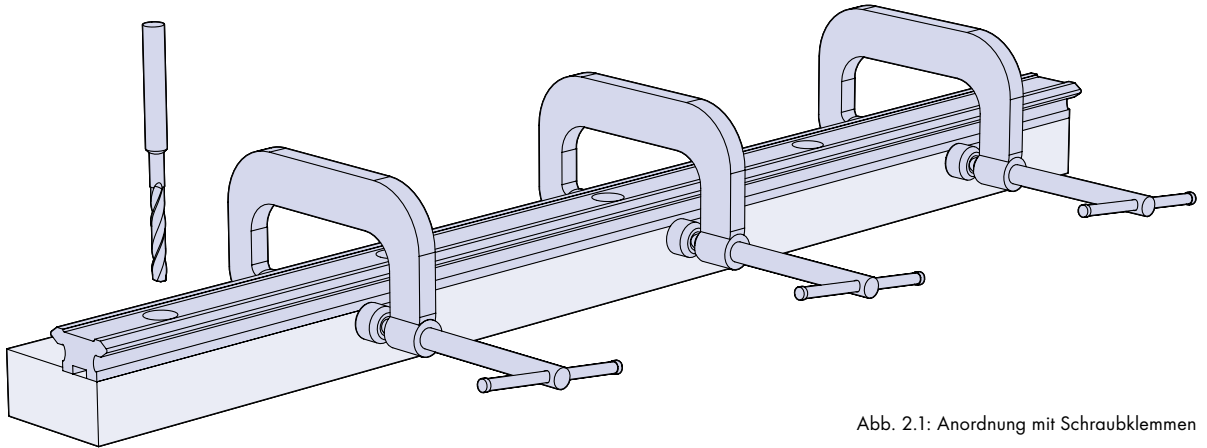

Abb. 2.1: Anordnung mit Schraubklemmen
2.1. Um sicher zu stellen, dass die Führungsschienen korrekt befestigt werden, ziehen Sie diese bitte mittels Schraubklemmen fest gegen die Bezugsfläche bzw. Paßstifte, wie in Abb. 2.1 dargestellt. Das Schienenstück kann dann als eine Art Schablone verwendet werden, um in die Montagefläche durchzubohren. Dadurch wird eine Fehlausrichtung – hervorgerufen durch sich kumulierende Toleranzen bei den Lochpositionen – vermieden und sichergestellt, dass die Führungsschiene exakt parallel ist.